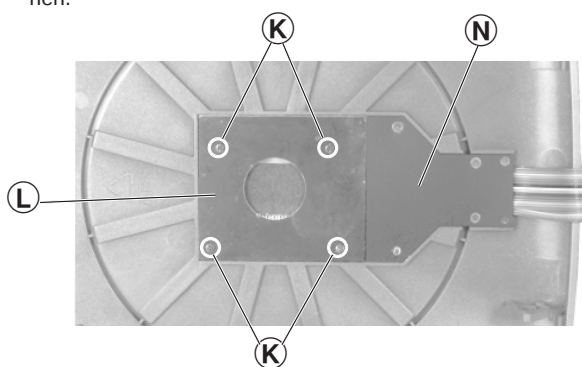

Fig. 8
- 4 Schrauben (K) (Fig. 8) herausdrehen.
- Displayplatte (L) (mit Kunststoffabdeckung (N)) vorsichtig mit einem kleinen Schraubendreher abheben und herausnehmen.
- Undo 4 screws (K) (Fig. 8).
- Lift off the display board (L) (with plastic cover (N)) carefully with a small screwdriver and remove it.